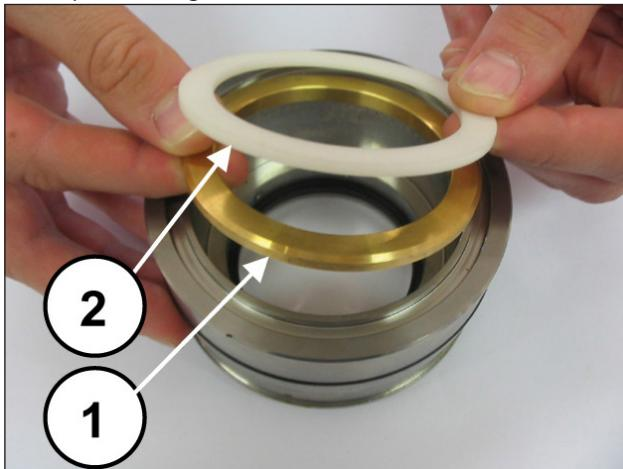

Fig. 197
Montare l'anello di supporto e l'anello antiestrusione (pos. ①②, Fig. 197), i tre anelli tenuta KC ponendo attenzione affinché gli intagli vengano a trovarsi a 120° l'uno dall'altro (pos. ①, Fig. 198), l'anello raschiatore tenute KC e l'anello per molla (pos. ①②, Fig. 199).